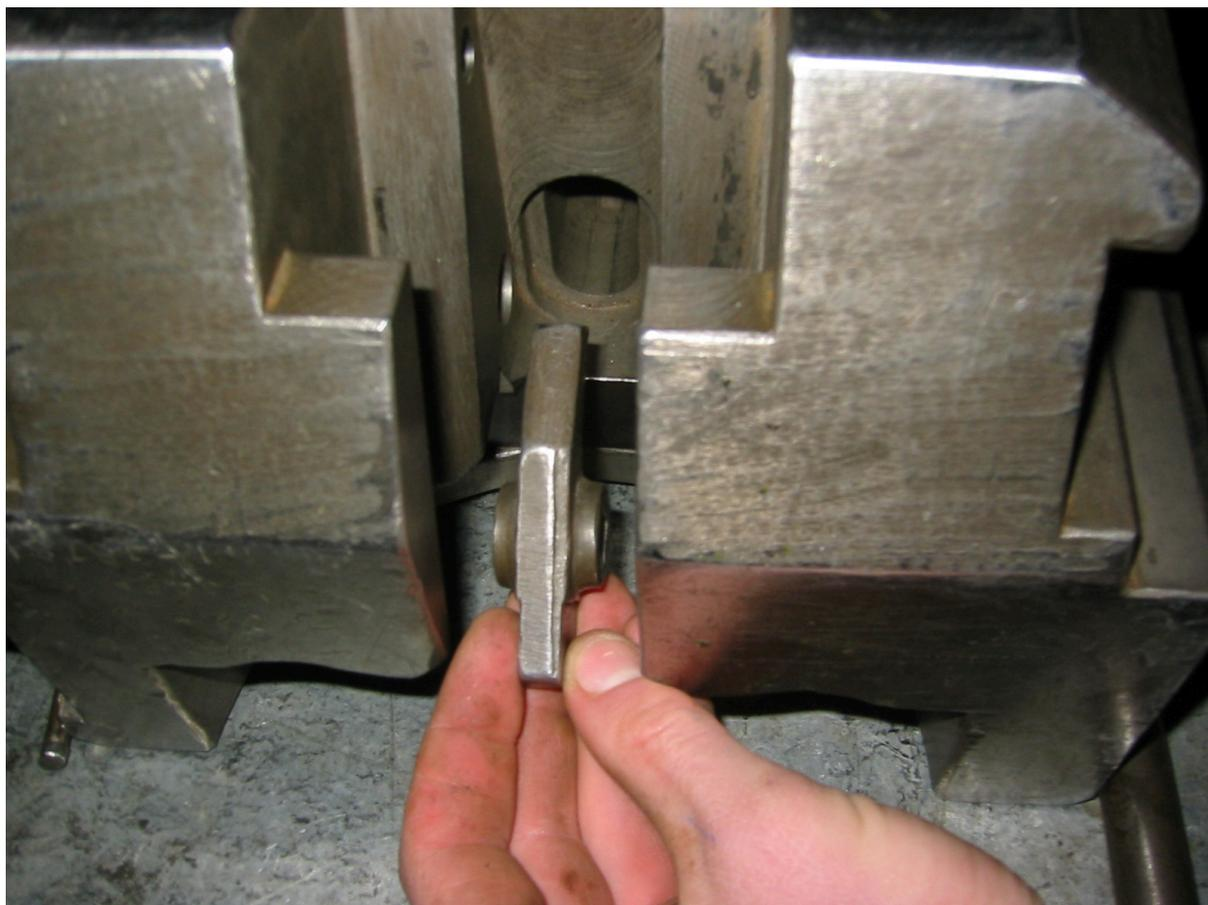

Рис. 4.2.7. Клин затвора
5. вынуть взвод ударника (рис.4.2.7.).